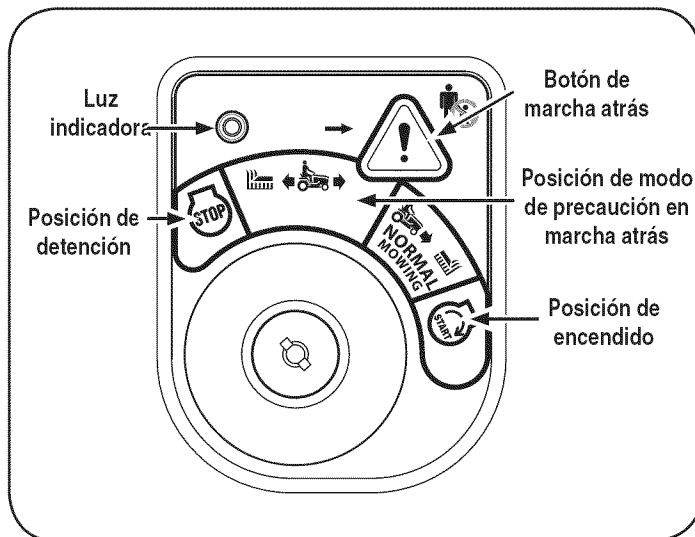

Figura 8
2. Gire la llave desde la posición de PODA NORMAL (verde) hasta la posición de MODO DE PRECAUCIÓN EN MARCHA ATRÁS (amarillo) del módulo del interruptor de llave. Vea la Figura 8.
3. Presione el BOTÓN DE MARCHA ATRÁS (botón triangular de color naranja) en la esquina superior derecha del módulo del interruptor de llave. La luz indicadora roja en la esquina superior izquierda del módulo del interruptor de llave se mantiene encendida (ON) mientras esté activado. Vea la Figura 8.